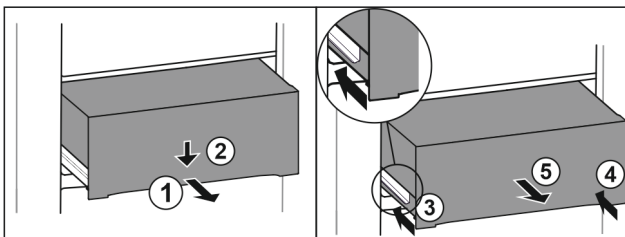

Fig. 92
- ▶ Lade er half uittrekken. Fig. 92 (1)
- ▶ Schuiflade aan de voorzijde omlaag drukken. Fig. 92 (2)
- ▶ Linker rail ca. 2 cm inschuiven. Fig. 92 (3)
- ▶ Rechter rail ca. 2 cm inschuiven. Fig. 92 (4)
- ▶ Lade naar voren toe verwijderen. Fig. 92 (5)